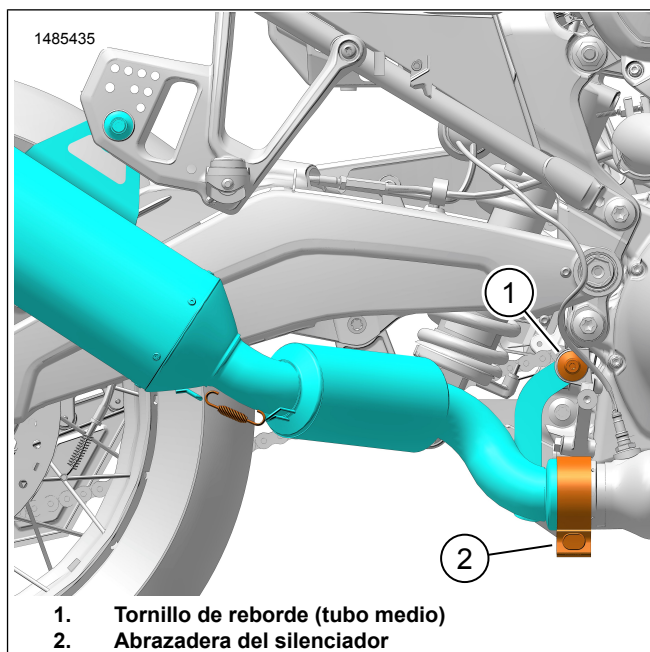

Figura 6. Tornillo de la pieza de soporte de montaje
7. Figura 6 Aplique el fijatornillos al tornillo de reborde del tubo medio (1) que se quitó anteriormente.